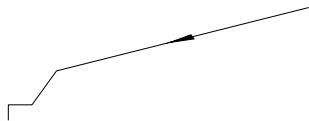

图 4-8b G33 执行轨迹 2
- ① Z 轴方向的移动，与上述过程完全相同；X 轴则根据 H_d0 值选择在不同的位置点开始提前退尾；X 轴退尾是按 G00 速度移动的，也有一个升速、恒速、降速的过程；X 轴距离 I 值越大，效果越好，如果条件允许，应大于 40 mm。
- ② 若 $H_d0=1$ ，则当 Z 轴正好移动到降速点 C 时，X 轴开始提前退尾，不受 K 值的限制；最终移动到 E 点。
- ③ 若 $H_d0=0$ ，则当 Z 轴移动到距终点 D 还剩下 K 值的距离（K 点）时，X 轴开始提前退尾，最终移动到 E 点。如果 K 值大，则在 BC 段中间开始退尾，会造成过早退尾，其轨迹形态如下图 4-8b；如果 K 值小，则在 CD 段中间开始退尾。